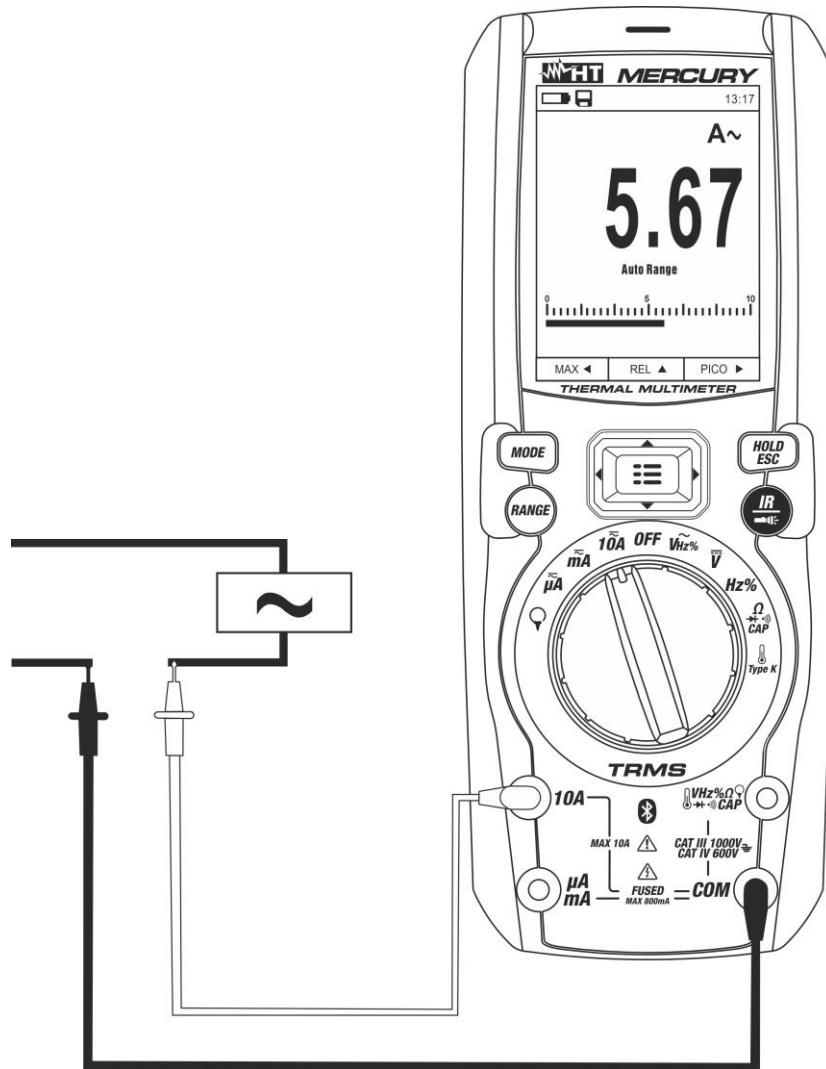

Fig. 29: Uso do instrumento para a medição de Correntes CA
5. Conectar a ponteira vermelha e a ponteira preta em série com o circuito do qual se pretende medir a corrente (ver Fig. 29)